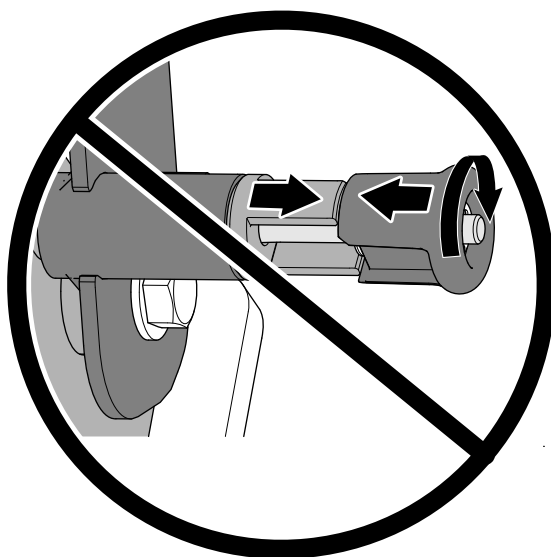

Figura 75
**Important:** Nu rotii butonul astfel încât tiftul de blocare să nu se poată retrage (Figura 75).